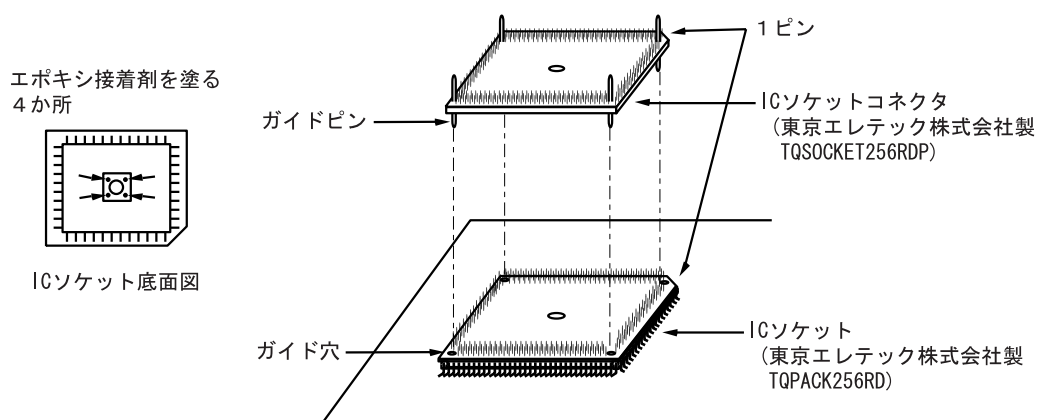

図2 ICソケットの実装
1. PRQP0256KB-Aパッケージ用ICソケットをユーザシステムに実装（はんだ付け）します（図2参照）。
2. ICソケットコネクタとICソケットの1ピンの位置を確認した上で、ICソケットコネクタのガイドピンをICソケットのガイド穴にあわせて差し込みます（図2参照）。